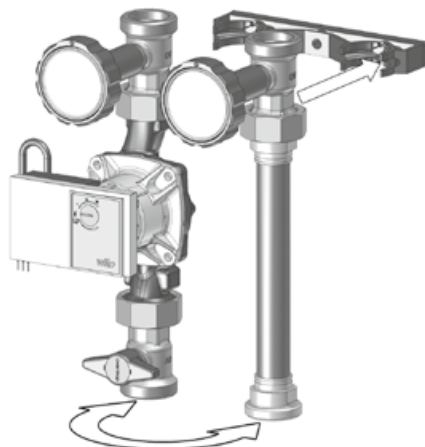

Рис. 12
6. Прилагаемый к сервомотору адаптер (3) (см. Рис. 12) надеть на вентиляльную вставку смесителя.